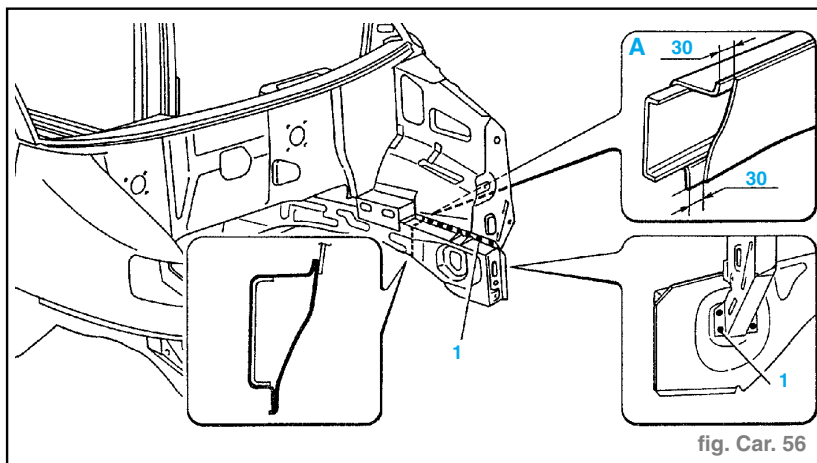

fig. Car. 56
en suivant les tracés en pointillé indiqués dans la figure (fig. Car. 56) à l'aide d'une fraise ad hoc ; faire sauter les points de soudure (1), achever la découpe du longeron de l'extérieur en position décalée par rapport à la dé-